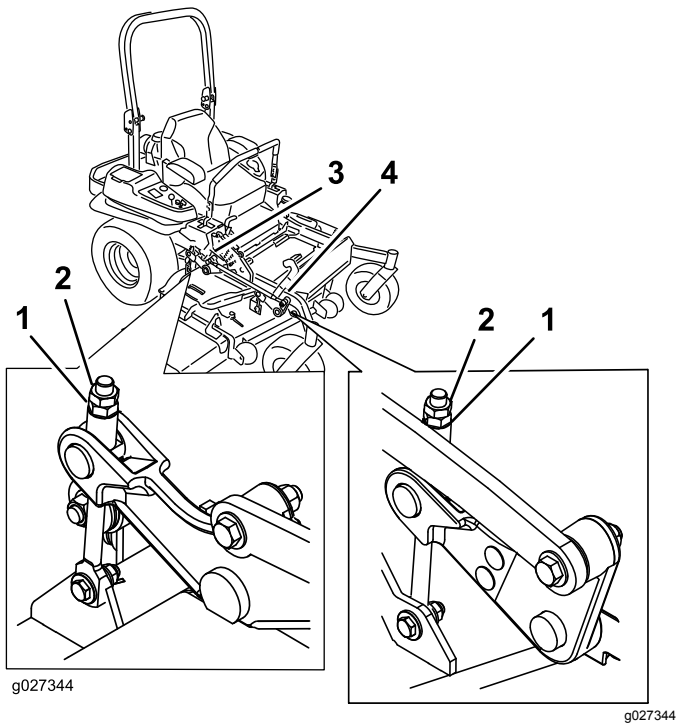

Figura 94
10. Si es necesario, afloje la contratuerca con arandela prensada del lateral de la horquilla y la contratuerca de la parte superior. Gire el tornillo de ajuste hasta obtener una altura de 7.6 mm (3") (Figura 94).
17. Gire el tornillo de ajuste hasta obtener una altura de 8.3 mm (3 1/4") (Figura 94).